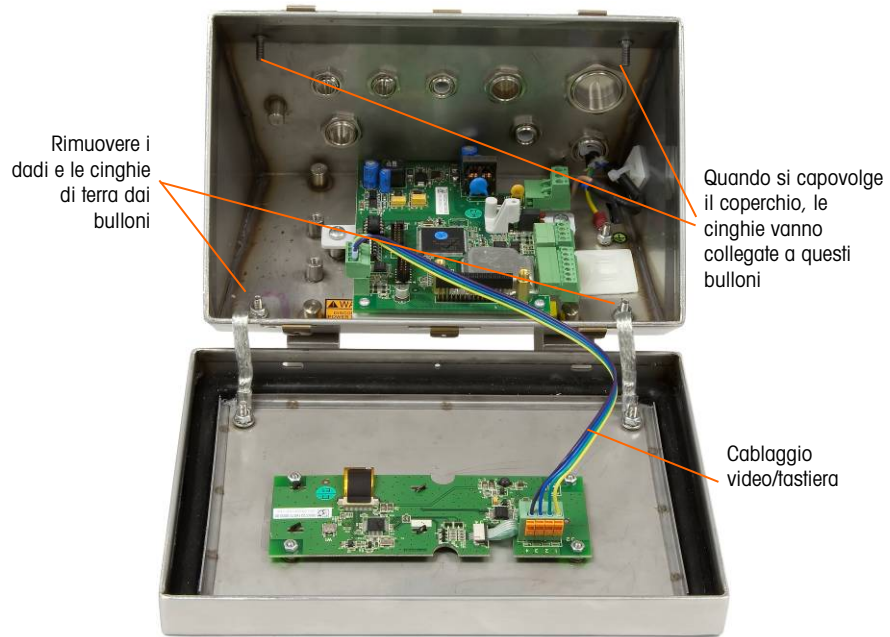

Figura 2-21: allentamento delle cinghie di terra
Per aprire l'armadietto per ambienti difficili, utilizzare un cacciavite a lama piatta. Inserire la lama in ciascuno degli slot del coperchio (indicati nella Figura 2-4) per comprimere il fermo a molla, fino a quando il coperchio non si solleva. Liberati gli angoli, premere il coperchio verso l'alto fino a quando non libera il bordo anteriore dell'alloggiamento. Quindi, premerlo all'indietro per sbloccare i due fermi a molle rimanenti. Sollevarlo delicatamente ed esporlo. Il coperchio è collegato all'armadietto tramite due pressacavi/cavi di terra ed è collegato alla scheda madre tramite il cablaggio video/della tastiera (vedere Figura 2-21).
- b. Allentare e rimuovere i due dadi che fissano le due cinghie di messa a terra (che funzionano anche da cardini per il coperchio anteriore) sull'alloggiamento anteriore. Vedere Figura 2-21.